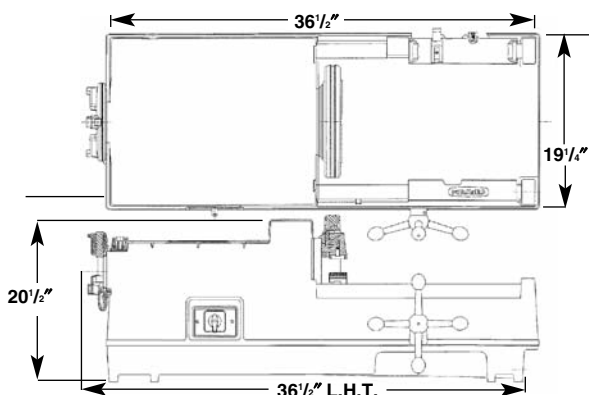

Figure 2 – Dimensions de la 535
1. En l'absence d'un support, la machine doit être montée sur un établi solide. Pour monter la machine sur établi, introduisez les quatre (4) boulons de $\frac{5}{16}$ po et les trous prévus à chaque coin de l'embase de la machine. Les dimensions de l'embase sont indiquées à la Figure 2.